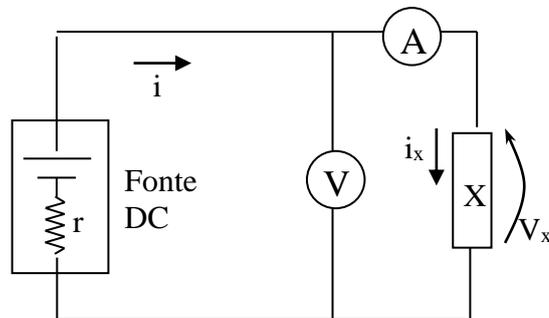

Figura 3: Circuito alternativo para se obter a resistência e a curva característica de um resistor.
(c) Monte um novo circuito conforme ilustrado na Figura 3.
- c) Repita o mesmo cálculo do item anterior para R_X , porém utilizando os novos valores de i e V_X medidos (circuito da Figura 3), com sua respectiva incerteza (também utilizando a propagação de erros).